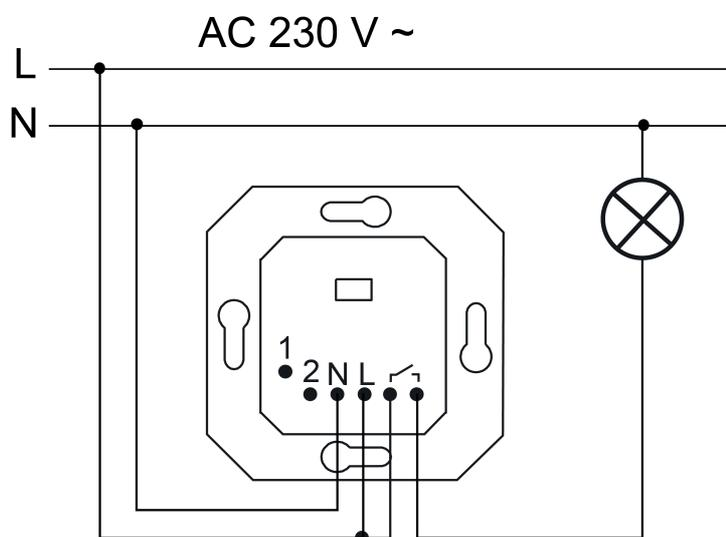
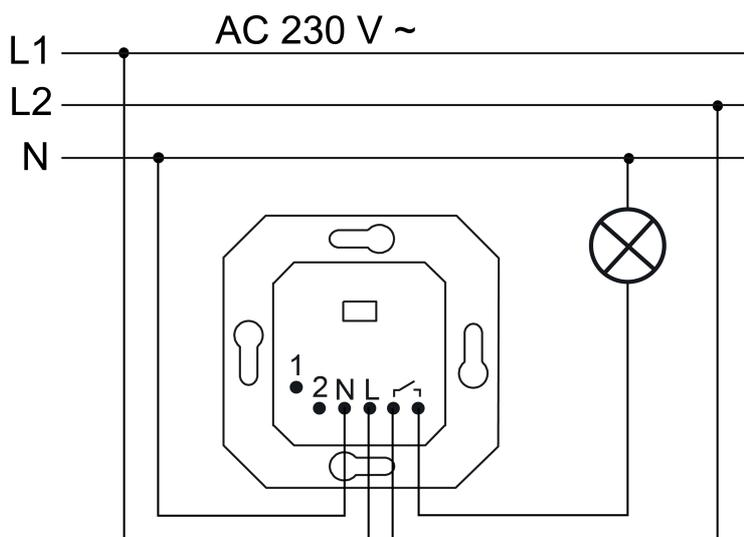

Figura 2: Esempio di collegamento a un conduttore esterno
Figura 3: Esempio di collegamento a due conduttori esterni
- Collegare modulo e carico secondo gli esempi di collegamento (figura 2), (figura 3).